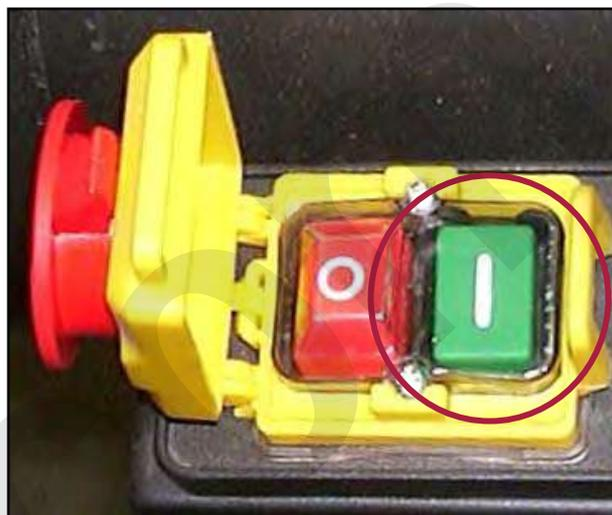

Figura 15 - Dettaglio interruttori.
Il pulsante verde (I), serve per l'avviamento (accensione) dell'aspiratore per trucioli (Figura 15). Attraverso questo pulsante, viene alimentato il motore elettrico collegato con la ventola.
Accendete prima l'aspiratore per trucioli, premendo il pulsante verde (Figura 15) e poi la macchina per la lavorazione del legno. Terminato l'utilizzo spegnete la macchina e poi l'aspiratore. Per l'accensione della macchina per la lavorazione del legno, seguite le istruzioni del fabbricante.